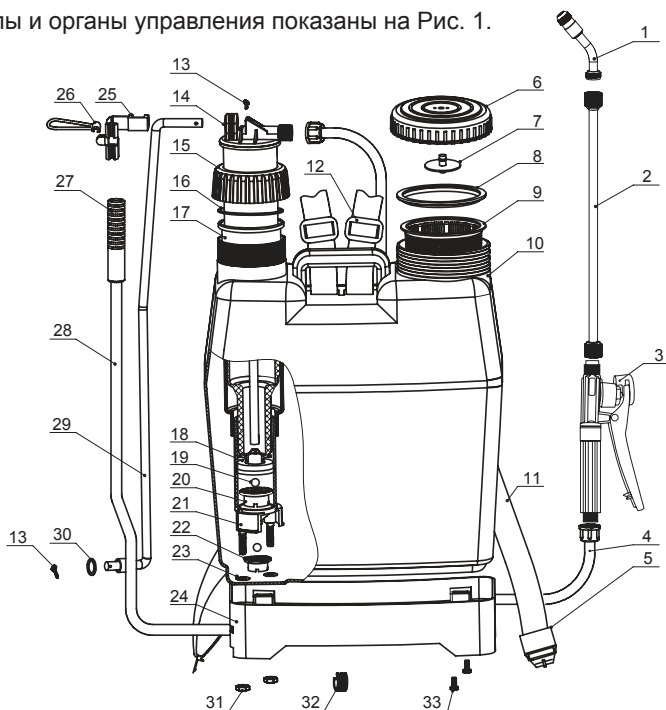

Рис. 1 Основные узлы и органы управления
Основные узлы и органы управления показаны на Рис. 1.
*Для сборки потребуются фиксатор шатуна -1 шт., шайба -1 шт., шплинт – 2 шт., кольцо 26 подвесное рычага (Рис. 1). Остальные детали сложите в пакетик и сохраните их.*
2. Установите ручку 27 на рычаг 28 шатуна (Рис. 1).
3. Положите опрыскиватель горизонтально на заднюю сторону. Установите нижний конец шатуна в отверстие на рычаге шатуна, одновременно с этим рычаг шатуна вставьте в отверстие корпуса 24 (Рис.1). Установите на нижний конец шатуна гайку, вставьте шплинт в отверстие и разогните концы шплинта. Поверните рычагом шатуна так, чтобы было видно отверстие для установки фиксатора 32 (Рис. 1). Установите фиксатор шатуна.
4. Вставьте шатун 29 в кронштейн крепления 14 так, чтобы верхний конец шатуна проходил через отверстия зажима 25 струйной трубки, установленного на кронштейн 14 (Рис. 1). Вставьте шплинт 13 в отверстие конца шатуна и разогните концы шплинта. Зафиксируйте шатун в зажиме 25 струйной трубки.
6. Установите форсунку 1 на струйную трубку 2, струйную трубку присоедините к рукоятке управления 3 (Рис. 1). Присоедините шланг 4 к рукоятке управления 3 (Рис. 1) и трубку насоса.
3. Сделайте 7-10 качаний рычагом насоса 28 (Рис. 1), до тех пор, пока не появится сопротивление нажатию.
4. Для опрыскивания нажмите на рычаг управления клапаном подачи рукоятки управления 3 (Рис. 1).